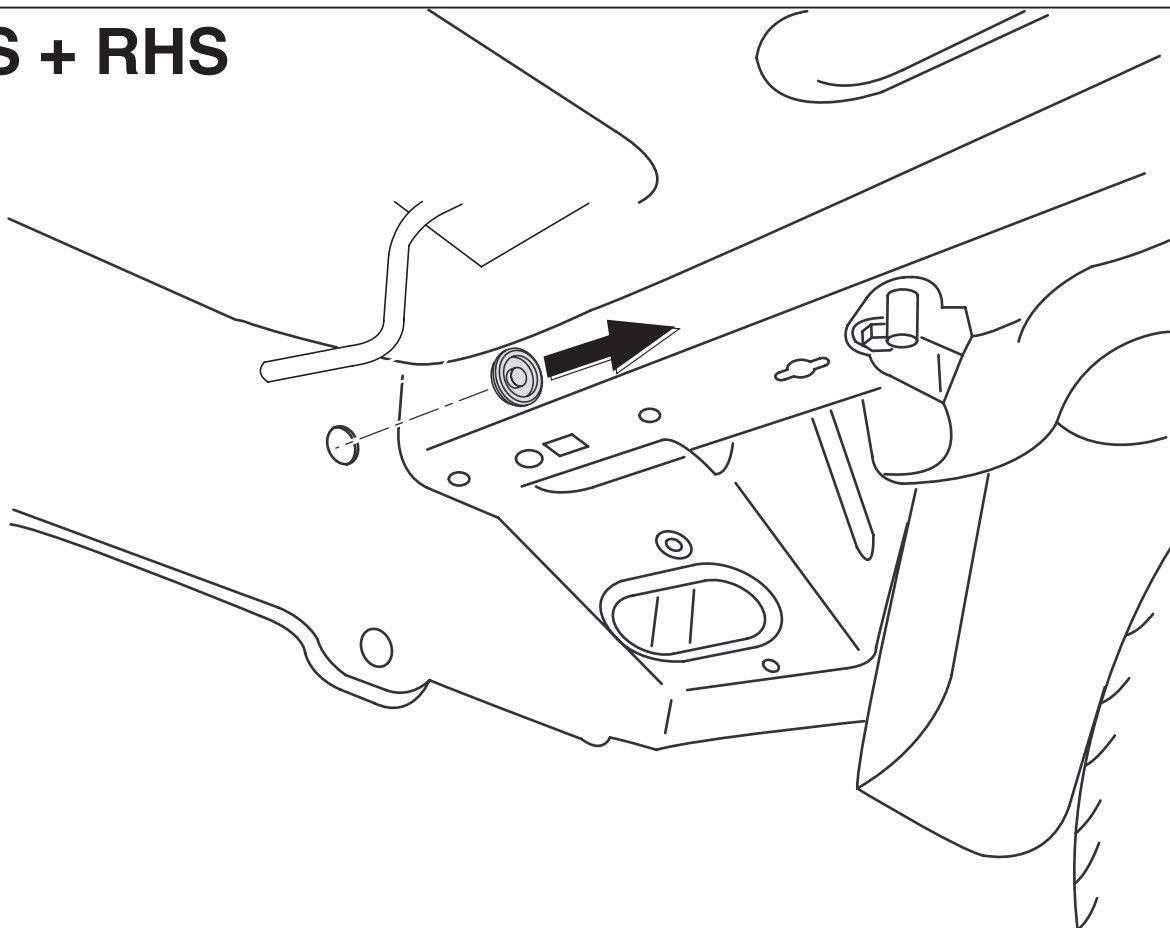

Fig.1
2. Enlever les bouchons en caoutchouc à l'emplacement des points indiqués (voir la fig. 1).
2. Bei den angegebenen Punkten die Gummiklappen entfernen (siehe Abb. 1).
2. Avlägsna gummikåporna vid de markerade punkterna (se fig. 1).
2. Fjern gummikapslerne ved de markerede punkter (jævnfør fig. 1).
2. Удалить резиновые пробки в указанных точках (см. рис. 1).
2. Retirar a la altura de los puntos indicados los tapones de goma (véase la fig. 1).
2. Rimuovere i tappi in gomma dai punti indicati (vedi fig. 1).
2. W oznaczonych miejscach usunąć gumowe nakładki (patrz rys. 1).